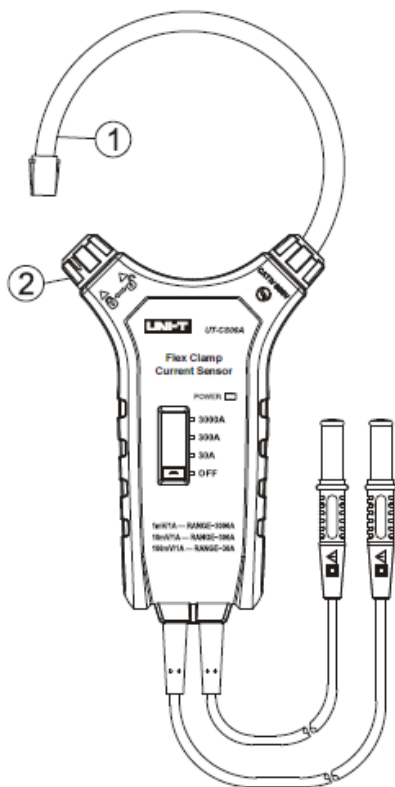

Figura 3
2. Desbloqueie a bobina Rogowski de acordo com a Secção 5.2 (ver Figura 3).